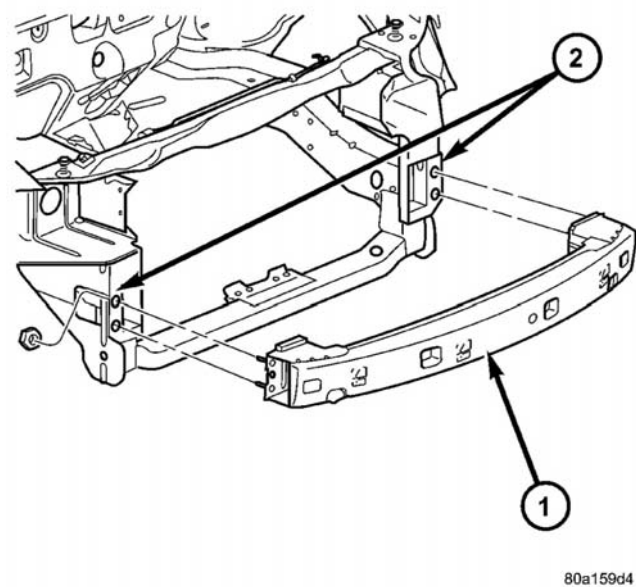

图 2 前保险杠衬杠
- （3）将固定前保险杠衬杠和车架纵梁的 4 个螺母拆卸下来（图 2）。